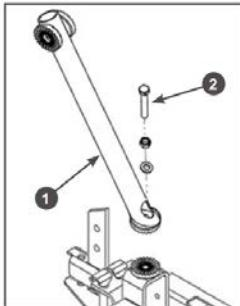

Рис. 5 Установка стойки рукояток управления
6.Установите стойку 1 рукояток управления на мотоблок (Рис. 5). Совместите отверстия в кронштейне и стойке и закрутите болт 2 крепления стойки.